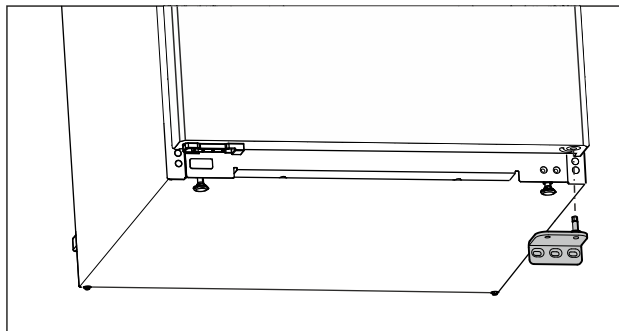

Fig. 11
- Verwijder de lagersteun naar beneden. (zie Fig. 11)